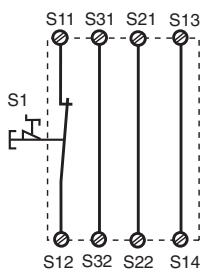
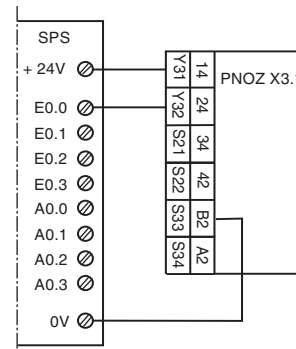

Fig. 2: Eingangskreis einkanalig, automat. Start/Single-channel input circuit, automatic reset/Commande par 1 canal, validation automatique
Fig. 10: Anschlussbeispiel für Halbleiterausgang/Connection of semiconductor output/Câblage de la sortie statique
In Fig. 2 ... Fig. 10 sind Anschlussbeispiele für Not-Halt-Beschaltung mit automatischem und überwachtem Start, Schutztüransteuerungen sowie Kontaktvervielfachung durch externe Schütze.
- Fig. 2 und 7: **keine** Verbindung S33-S34. Das Gerät startet bei Spannungsausfall und -wiederkehr automatisch. Verhindern Sie einen unerwarteten Wiederanlauf durch externe Schaltungsmaßnahmen.
In Fig. 2 ... Fig. 10 are connection examples for Emergency Stop wiring with automatic and monitored reset. Safety gate controls as well as contact expansion via external contactors.
- Fig. 2 and 7: S33-S34 **not** connected. The device starts automatically after loss of power. You should prevent an unintended start-up by using external circuitry measures.
Les figures 2 à 10 représentent les différents câblages possibles du PNOZ X3.1 à savoir : poussoir AU avec réarmement automatique ou auto-côntrolé, interrupteurs de position et augmentation du nombre des contacts de sécurité par contacteurs externes.
- Fig. 2 et 7: **pas** de câblage sur S33-S34. L'appareil se réarme automatiquement après une coupure et une remise sous tension. Évitez tout risque de redémarrage par un câblage externe approprié.